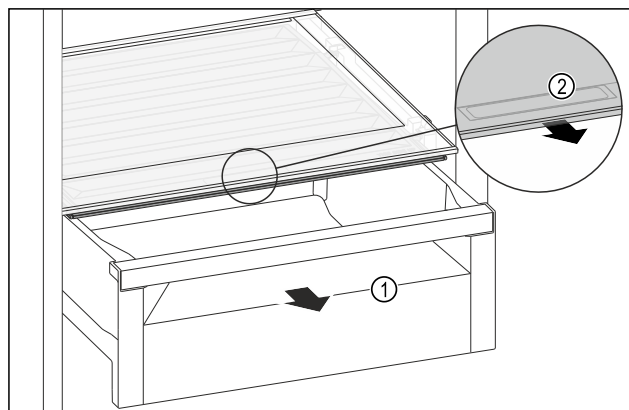

Fig. 155
- Tërhiqni jashtë sirtarin Fig. 155 (1).
- Kapni dorezën e futur Fig. 155 (2) në kapakun e ndarjes dhe në të njëjtën kohë tërhiqni përpara kapakun e ndarjes.